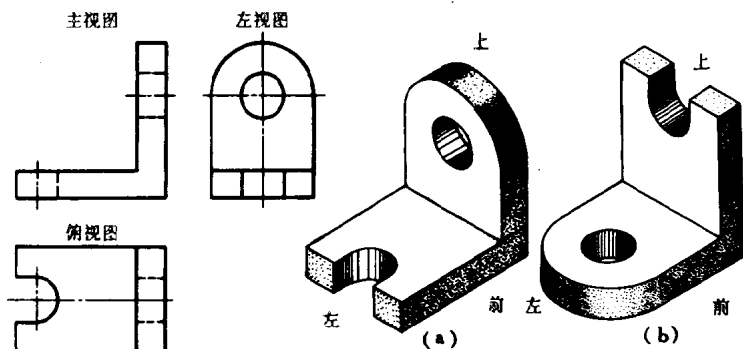

图 1-15 支架的三视图 图 1-16 根据视图特点,摆正支架的位置
现以图1-15支架的视图为例,说明怎样对着实物看图。
1. 识图名 根据视图间的位置关系,可定出各图的名称,见图1-15上的文字说明。
根据图1-15主视图图形特点,可把支架摆成图1-16(a)、(b)两种位置。粗看好象都行,但仔细对照,发现图1-16(b)的圆孔只对着图1-15主视图上一条直虚线,缺口却对着两条虚线,说明图1-16(b)的摆法不对。图1-16(a)的摆法和图1-15的主视图都对得上。对上以后,还要进一步核对其它视图。按照图1-16(a)的摆法和图1-15的俯视图对照,缺口在左边,圆孔轮廓在右边,可以完全对上。左视图请读者自行核对。